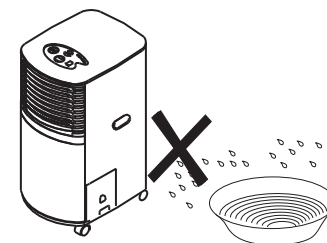

fig. 3
- No utilizar el aparato en un ambiente húmedo, como por ejemplo en un cuarto de baño o de lavado (fig. 3).